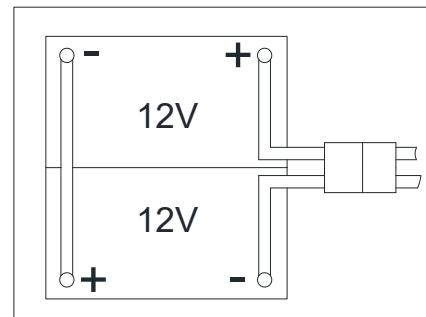

Figura 3
La máquina requiere dos baterías de 12 V, conectadas según el diagrama (Figura 3).
- Abra la tapa del depósito de recogida (1) y comprueba si el depósito de recogida (25) está vacío; de lo contrario vacíelo mediante la manguera de desagüe (22).
- Cierre la tapa del depósito de recogida (1).
- Vuelque el depósito de recogida con cuidado (25).
- Pase e instale el cable de las baterías como se indica (en la Figura 3), luego apriete cuidadosamente la tuerca en cada uno de los terminales de la batería.
- Coloque la tapa protectora en cada terminal, a continuación, conecte el conector de la batería (38).
- Baje con cuidado el depósito de recogida (25).